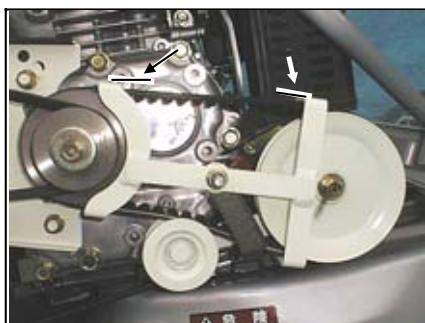

図4
調整はナイフクラッチレバーを「④」位置で行います。ベルト押さえは一体型となっていますので、調整は上側で行います。エンジン側、ナイフ側ともにベルトとベルト押さえとの間隔がともに2~3mmになるよう図4を参考にベルト押さえの位置を調整して下さい。